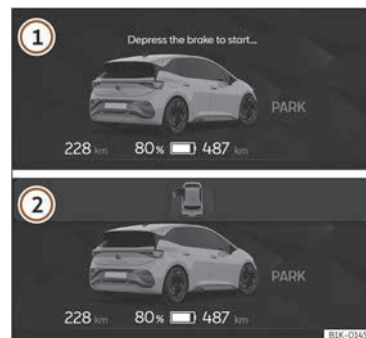

Fig. 9 Pantalla do Digital Cockpit
- Co sistema de propulsión inactivo, o Digital Cockpit amosa a imaxe do CUPRA Born >>> **fig. 9**